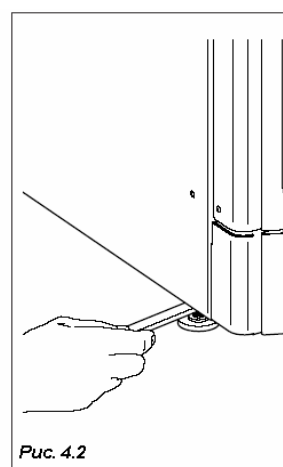

Рис. 4.2
- Устанавливая автомат, отрегулируйте уровень с помощью регулируемых ножек, которыми укомплектован автомат (Рис.4.2). Убедитесь, что автомат установлен горизонтально, а уклон в любом случае составляет не более 2 градусов.